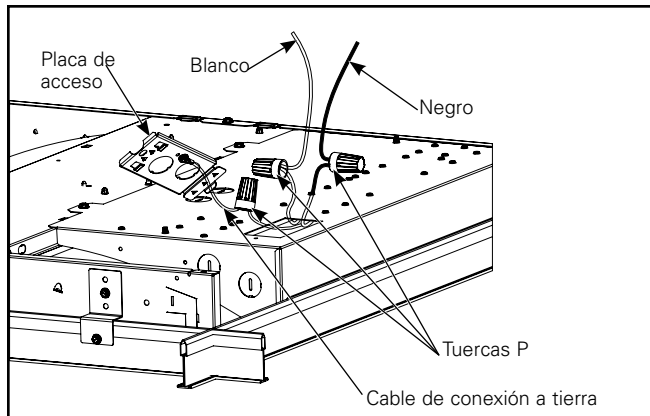

Figura 13.
- Utilice el orificio ciego abierto para ingresar la línea de alimentación. Usando las tuercas P provistas, conecte el cable negro (línea) al cable de suministro negro, el blanco al cable de suministro blanco, y conecte el cable de tierra a la placa de acceso usando el tornillo disponible en la placa de acceso. (Figura 13)